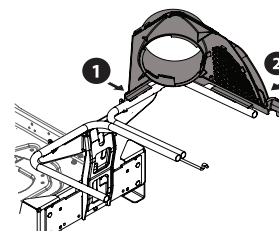
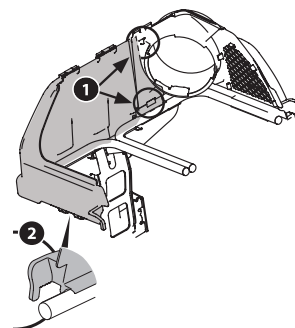

Figure 6
Figure 7
1. Faites incliner la partie avant du support de la goulotte supérieure (631-05491B) vers l'avant. Faites glisser l'attache derrière l'encoche, puis faites enclencher la partie avant du support sur le support des sacs collecteurs. Voir Figure 6.
2. Faites enclencher le côté du support de la goulotte supérieure sur le support des sacs collecteurs. Voir Figure 6.
3. Faites glisser le couvercle gauche du bac récupérateur (731-12350B) dans le support de la goulotte supérieure et installez-le sur le support des sacs collecteurs. Faites enclencher les deux pattes sur la partie avant du support de la goulotte supérieure. Voir Figure 6 (1). Faites enclencher les éléments de fixation sur la barre gauche du support des sacs collecteurs. Voir Figure 7.